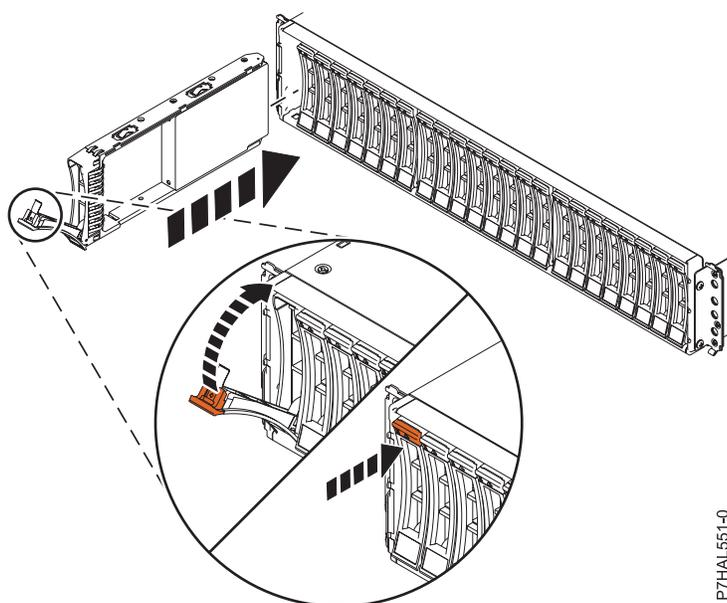

Figure 12. Installation de l'unité de disque dans le Boîtier d'unité de disque 58/87
1. Avec la poignée en position déverrouillée, comme illustré à la figure 12, à la page 24, maintenez l'unité par le dessous pour l'aligner avec les rails de guidage dans l'unité d'extension.